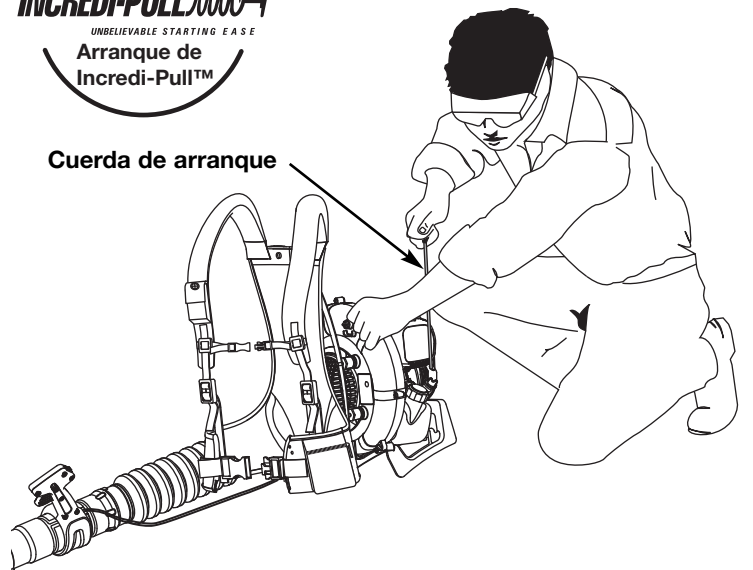

Fig. 17
ADVERTENCIA: Evite los arranques accidentales. Colóquese en posición de inicio cuando tire de la cuerda de arranque (Fig. 17). El operador y la unidad deben estar en una posición estable al arrancar la unidad para evitar graves lesiones personales. Para evitar lesiones personales graves, asegúrese de que los tubos de la sopladora estén colocados antes de hacer funcionar la unidad.
5. Colóquese en la posición de arranque y tire de la cuerda de arranque hacia afuera aproximadamente 4 pulgadas, luego tire de ella 4 veces con un **movimiento controlado y uniforme** (Fig. 17).